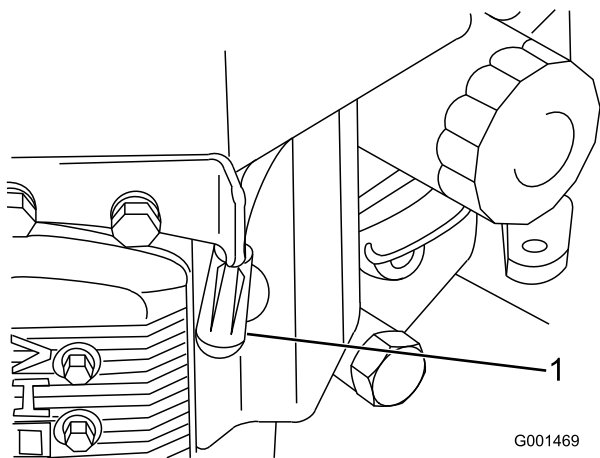

Bild 35
3. Klemmen Sie das Zündkabel von der Zündkerze ab (Bild 35).